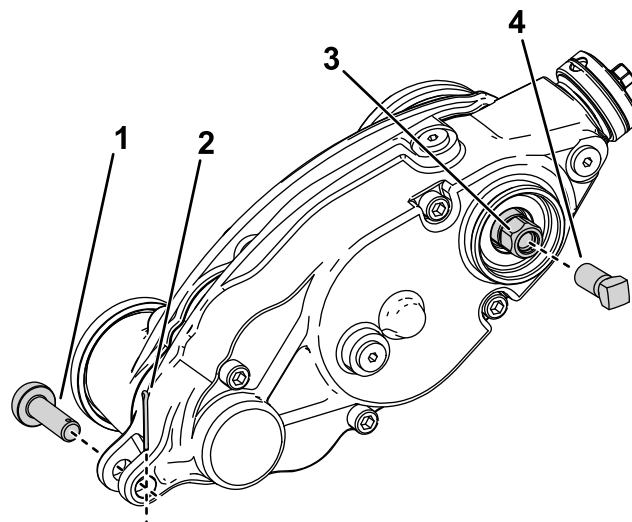

Figure 29
3. Retirez la goupille de réglage et la goupille fendue qui retiennent le boîtier d'entraînement du groomer sur les bras de réglage (Figure 29).
5. Vissez la vis de renfort (réf. 1-803022, vendue séparément) sur le filetage interne de la tête hexagonale de l'entraînement du groomer et serrez-la à 13,5 Nm, comme montré à la Figure 29.
6. Déposez le boîtier d'entraînement du groomer du cylindre de coupe en tournant la tête hexagonale (Figure 29).